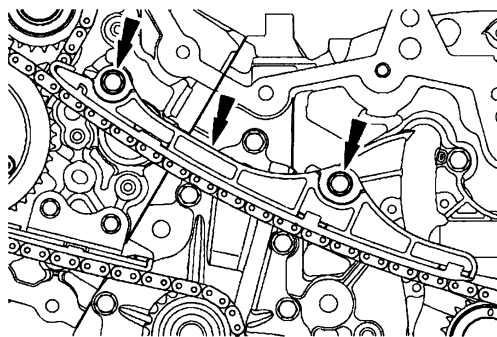

图 15-9 拆卸螺栓和下部导轨
- 10) 拆下 2 个螺栓和左侧主正时链条下部导轨，如图 15-9 所示。